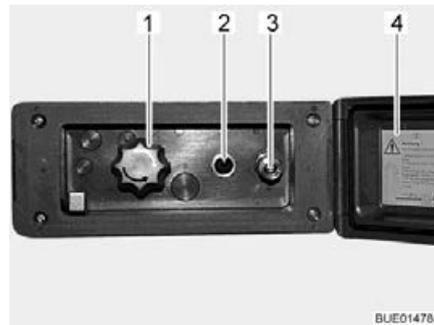

Bild 166 Duschanschluss außen
- Deckel (Bild 166,4) entriegeln und öffnen.
- Schlauch der Außendusche am Schnellverschluss (Bild 166,3) anschließen.
- Wasserpumpe mit Schalter (Bild 166,2) einschalten.
- Wassertemperatur mit Drehknopf (Bild 166,1) nach Wunsch einstellen.
- Wasserpumpe mit Schalter (Bild 166,2) ausschalten.
- Deckel (Bild 166,4) schließen und mit Schlüssel verriegeln.
- Drehknopf (Bild 166,1) auf Mittelstellung stellen.